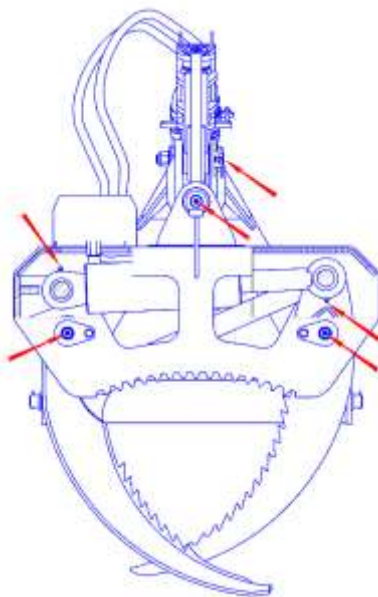

Рисунок 4 – Места смазки трелёвочного устройства.
- произвести смазку всех элементов, где установлены пресс масленки (Рис.4).